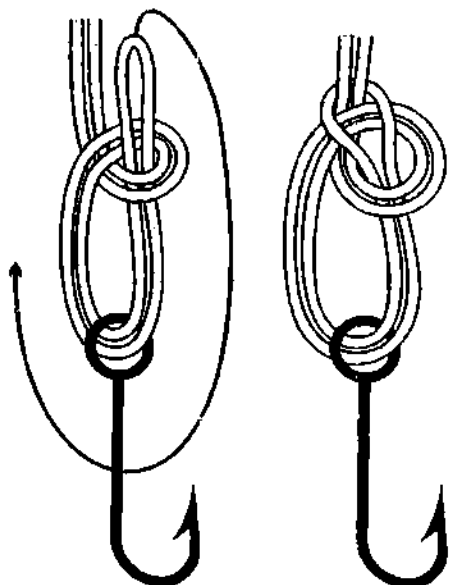

Рис. 697. Двойной беседочный узел.
**Калифорнийский узел** является модифицированным **двойным беседочным узлом** (рис. 697), у которого фиксированная петля на крючке совершенно лишняя. Калышка у **двойного булия** была заменена на **простой узел**, который позволяет затягиваться и петле и самому узлу.